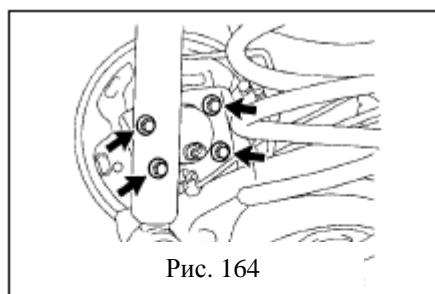

Рис. 164
- 4. Выкрутите 4 болта и снимите левую ступицу задней оси в сборе с подшипником ступицы(рис. 164)**
- 5. Установите левую ступицу задней оси в сборе со ступичным подшипником с помощью 4 болтов(рис. 164)**